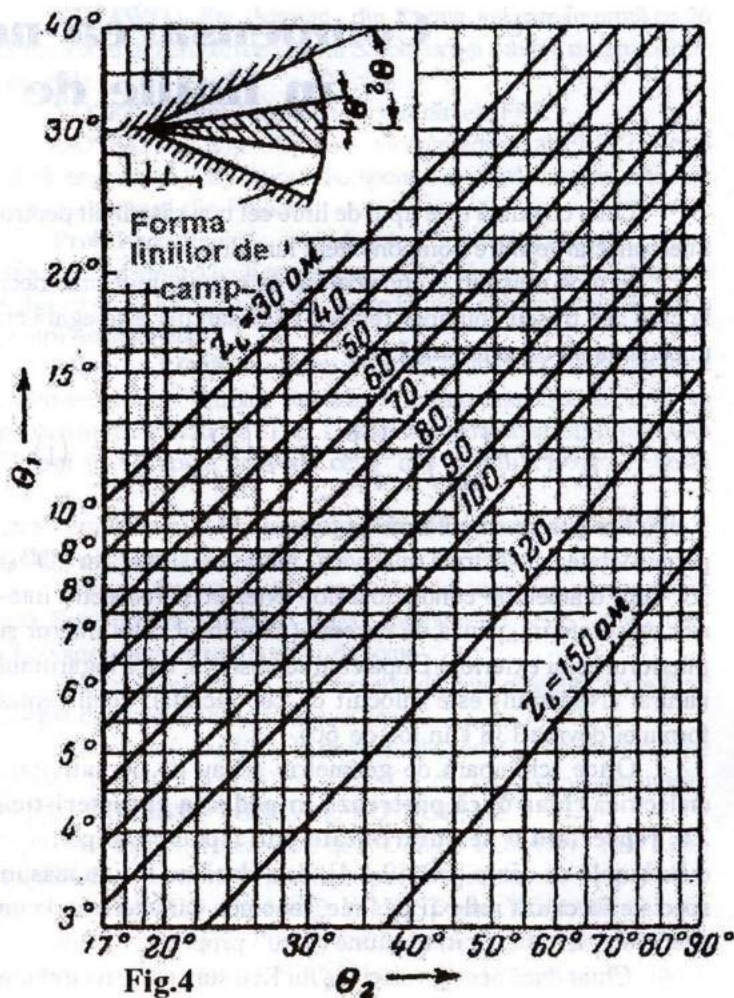

Fig.4
tronconice se poate folosi formula exactă (4), sau pentru unghiuri mici formula aproximativă (5), cu mențiunea că cele două unghiuri din formule sunt unghiuri la vârful trunchiurilor de con și nu semiunghiuri ca în figură, sau se poate utiliza graficul din fig. 4 [B3 §4.16].